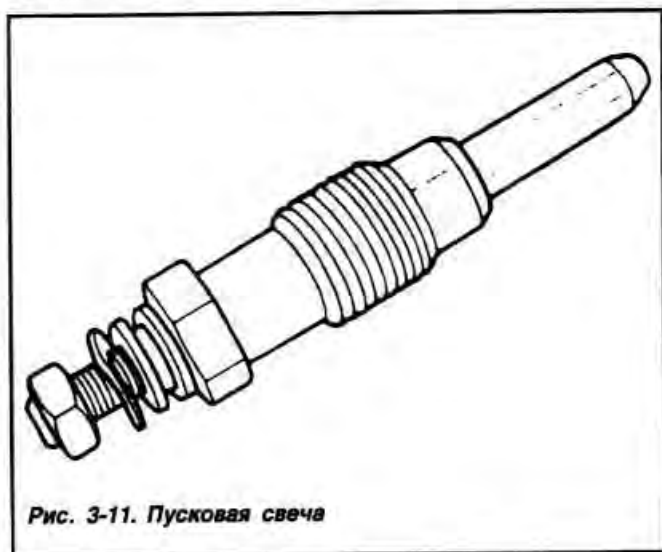

Рис. 3-11. Пусковая свеча
• Вывернуть свечу из головки цилиндров (рис. 3-11).